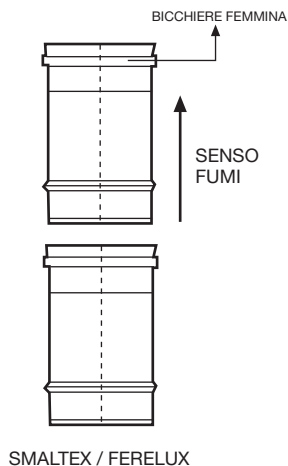

FIG. 1
I sistemi SMALTEX / FERELUX sono realizzati con giunti a bicchiere di tipo maschio/femmina su nervature autocentranti ed antischiacciamento come schematizzato in fig. 1.
- installare gli elementi seguendo il senso dei fumi indicato sull'elemento con un'apposita freccia, ovvero con il bicchiere femmina rivolto verso l'alto (v. ds. fig. 1).